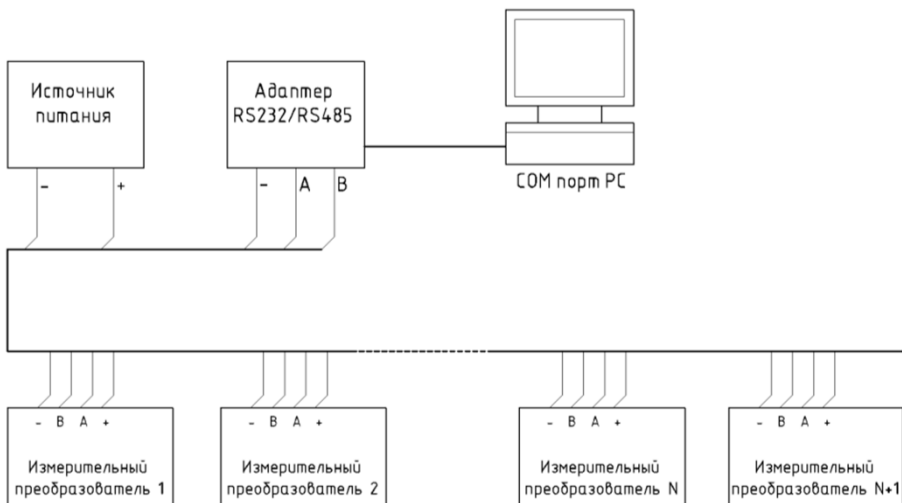

Рис.5. Схема подключения преобразователей.
7.2.2. **Подключение преобразователей исполнения -С** к измерительной системе осуществляется по четырем проводам - по одной паре подается напряжение питания (цепи - и +), по другой происходит обмен по интерфейсу RS-485. Преобразователи подключаются к четырехжильному кабелю параллельно, как показано на рис.5. Питание и считывание показаний из преобразователя возможно контроллером ИВА-128 или ПК через преобразователь интерфейса ПИ-1С, либо другими контроллерами Modbus RTU, имеющими интерфейс RS-485 (кроме дифференциальной пары А-В **обязательно** наличие общей линии GND).